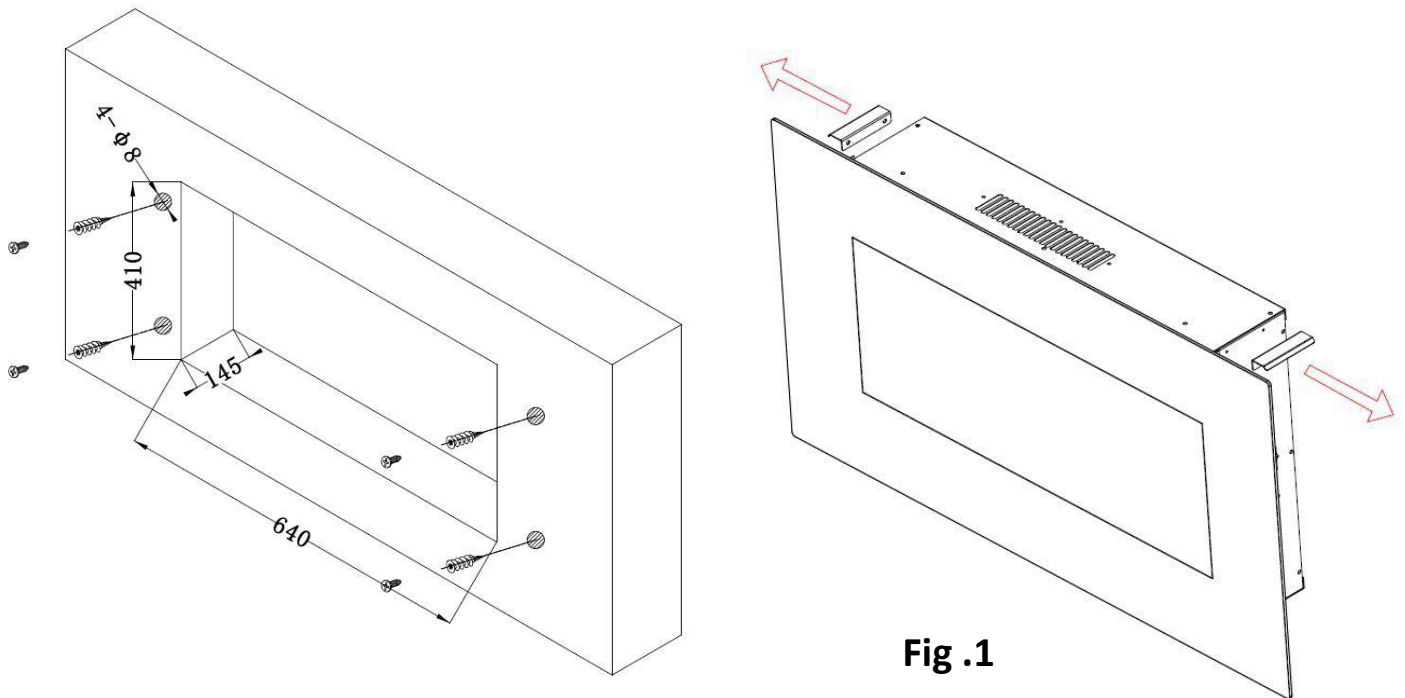

Fig .1
**C.** Placez le boîtier face avant vers le bas sur une surface douce et non abrasive. Retirez le support à l'arrière de l'appareil en dévissant les vis, voir Figure 1.
Remarque: enlevez les deux poignées avant de procéder à l'installation (voir Fig. 1).